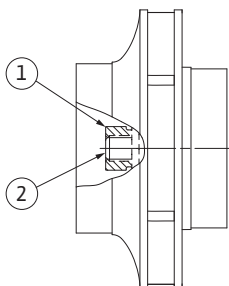

Fig.53: Prawidłowe położenie nakrętki wirnika po montażu
29. Przytrzymać wał (patrz czynność 24) i dokręcić nakrętkę wirnika zalecanym momentem dociągającym (patrz wykaz „Tab. 11: Momenty dociągające śrub” na stronie 177). Nakrętka (rys. 53, poz. 1) musi się znajdować równo z końcem wału (rys. 53, poz. 2) $\pm 0,5$ mm. Jeżeli tak nie jest, odkręcić nakrętkę i powtórzyć czynności 25 do 29.